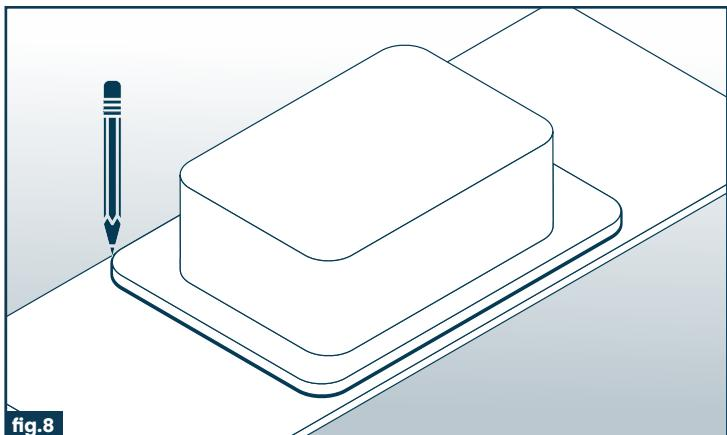

fig.8
2. Trace the outline of the template with your pen or pencil (Fig. 8).
2. Trace el contorno de la plantilla con su bolígrafo o lápiz (Fig. 8).